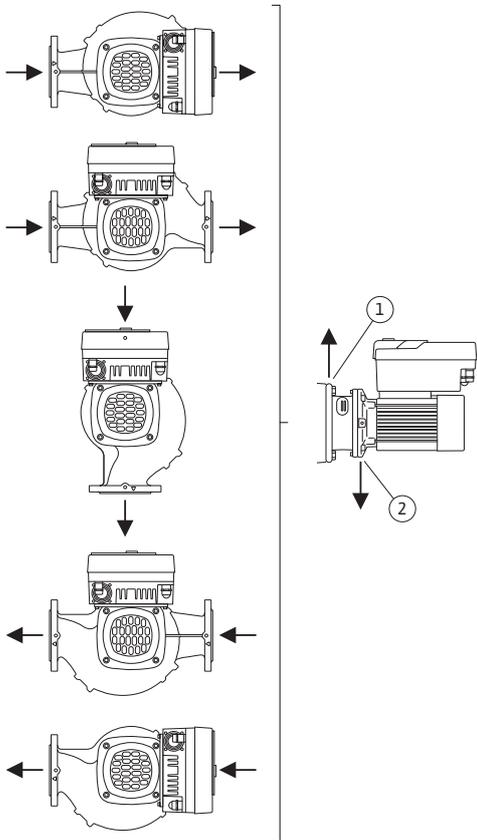

Fig. 8: Sallitut asennusasennot, vaakatasoinen moottoriakseli
Sallitut asennusasennot, kun moottoriakseli on vaakatasossa ja elektroniikkamoduuli ylöspäin ( $0^\circ$ ), on esitetty kuvassa Fig. 8.
Pumpun ilmaus voidaan taata vain, kun ilmanpoistoventtiili on ylöspäin (Fig. 8, pos. 1). Vain tässä asennossa ( $0^\circ$ ) voidaan syntyvä kondenssivesi johtaa tehokkaasti pois porattujen aukkojen, tiivistelaipan ja moottorin kautta (Fig. 8, pos. 2).